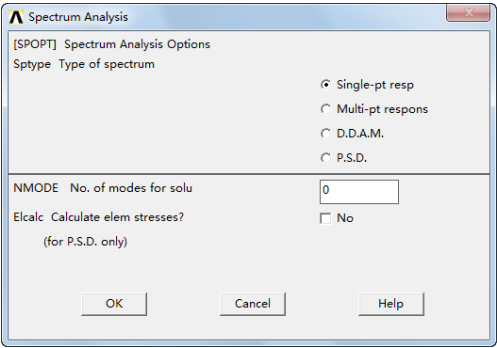

图 13-2 谱分析选项
(1) 选项: New Analysis [ANTYPE]。选择 “New Analysis” 。
(2) 选项: Analysis Type: Spectrum [ANTYPE]。选择 “spectrum” （谱分析）。
(3)选项: Spectrum Type [SPOPT]。可供选择项有“Single-point Response Spectrum ” (SPRS)（单点响应谱），“Multi-pt response” (MPRS)（多点响应谱），“D. D. A. M”（动力设计分析）和“P. S. D”（功率谱密度），如图 13-2 所示。这其实就是选择谱分析的方法，针对不同的谱分析方法，后面的载荷步选项也不相同。
(4) 提取的模态阶数[SPOPT]。提取足够的模态，要可以覆盖谱分析所跨越的频率范围，这样才可以描述结构的响应特征。求解的精度依赖于模态的提取阶数：提取阶数越多，求解精度越高，该项对应于图 13-2 中的“NMODE No. of modes for solu”。如果想计算相对应力，在“SPOPT”命令里选择“YES”，对应于图 13-2 中的“Elcalc Calculate elem stresses”。